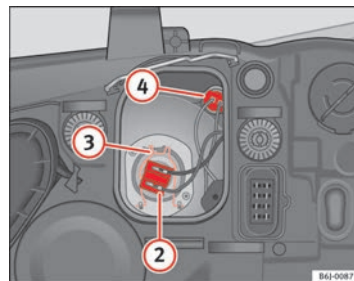

Fig. 134 Luci di posizione
- Estrarre il connettore ⇒ pag. 224, fig. 134 ② della lampada.
- Sganciare la molla di ritegno ⇒ pag. 224, fig. 134 ③ premendo verso l'interno e a destra.